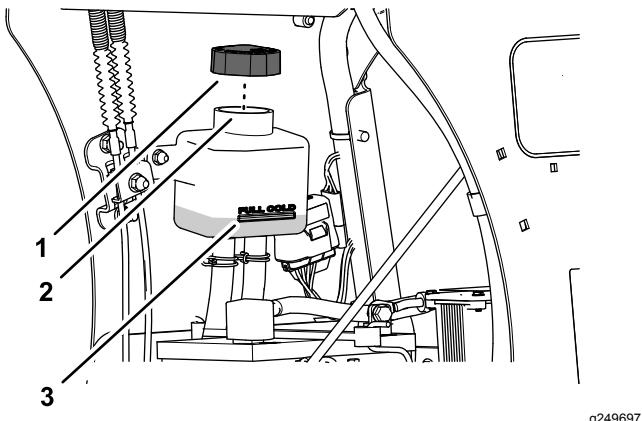

Figure 55
3. Enlevez le bouchon du vase d'expansion et contrôlez le niveau de liquide de transmission à l'intérieur (Figure 55).
4. Au besoin, faites l'appoint de liquide de transmission spécifié jusqu'à ce que le niveau atteigne le repère maximum à froid sur le vase d'expansion (Figure 55).
- Continuez d'ajouter le liquide de transmission spécifié jusqu'à ce qu'il atteigne le repère maximum à froid sur le vase d'expansion; voir Figure 55 sous Contrôle du niveau d'huile de transmission (page 47).